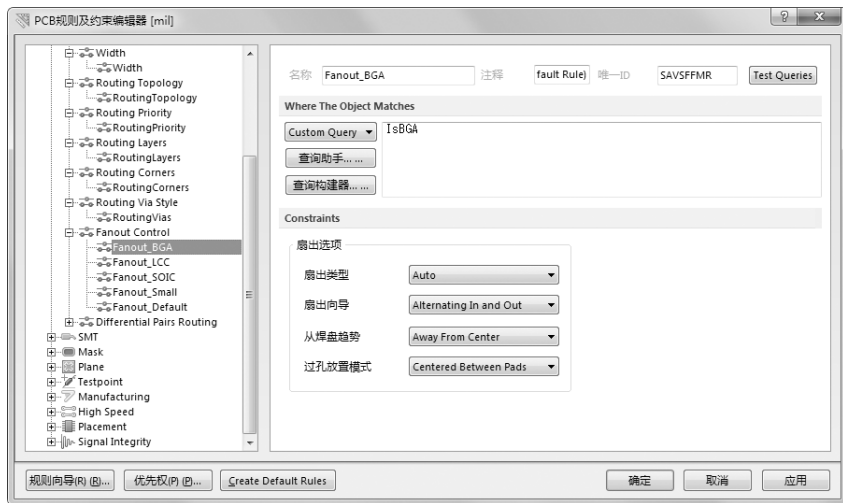

图 9-15 “Fanout Control” 规则的设置对话框
(7) “Fanout Control” (扇出控制布线规则): 用于设置走线时的扇出形式, 如图 9-15 所示为该规则的设置对话框。可以针对每一个引脚、每一个元件甚至整个 PCB 设置扇出形式。